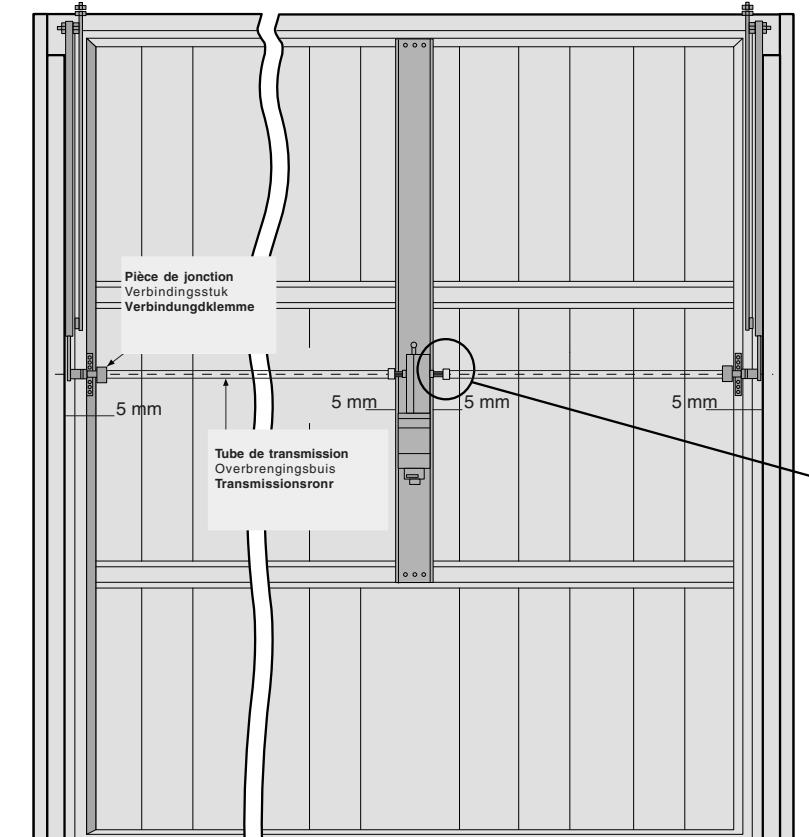

Fig. 8
- Enlever la rondelle et la vis qui se trouvent sur l'arbre. Placer la poignée de déblocage en la tournant de façon à débloquer le moteur comme indiqué sur la fig. 8 (afin de faciliter l'accouplement arbre carré/tube de transmission/bras).
Deblokkeer de motor (rondel en viss op motorblok verwijderen en deblokkeringsknop bevestigen) door de knop in wijzerzin te draaien. Dat zal het bevestigen van de overbrengingsbuis eenvoudiger maken. Schuif de vierkante stukjes en verbindingsklemmen over de overbrengingssarmen. Breng deze tot aan de voorgeboorde gaten en maak ze vast met de bijgeleverde schroeven. (Fig. 8) Daarna terug de deblokkeeringsknop verwijderen.
- Die Unterlegscheibe und die an der Welle befindliche Schraube entfernen. Den Entriegelungsgriff einsetzen und dazu den Motor wie auf Abb. 8 durch Drehen entriegeln (erleichtert den Anschluß von Vierkantwelle/Transmissionsrohr/Arm).